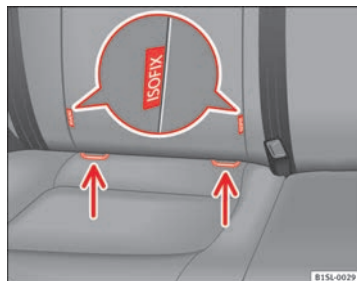

Fig. 53 No banco do veículo: Variantes de identificação dos pontos de fixação inferiores para cadeiras de criança.
- Encaixe a cadeira de criança nos anéis de fixação ⇒ Fig. 53, no sentido da seta. A cadeira de criança deve encaixar de forma segura e audível.
- Coloque a cadeira de criança sobre o assento e enganche os ganchos dos cintos de fixação nos anéis de fixação ⇒ Fig. 53.